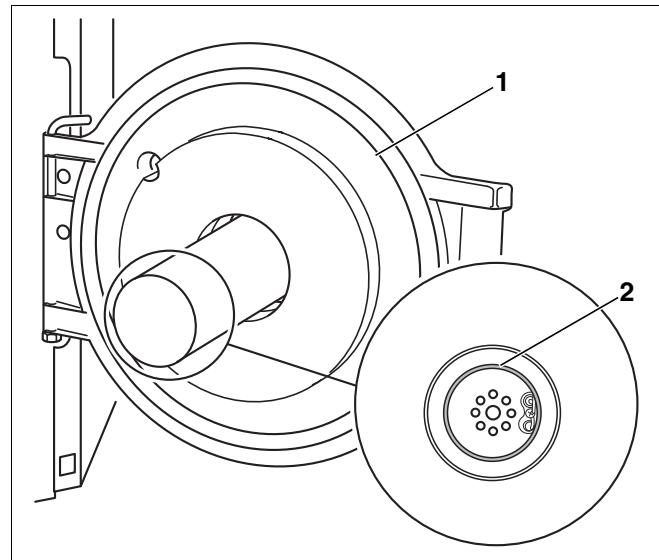

Рис. 39 Проверка правильной установки уплотнения
- При открытой дверце горелки (рис. 39, **поз. 1**) проверить правильную установку уплотнения (рис. 39, **поз. 2**).
- Закрыть дверцу горелки (рис. 39, **поз. 1**, стр. 33) и затянуть крепежные болты (момент затяжки примерно 10 Нм).